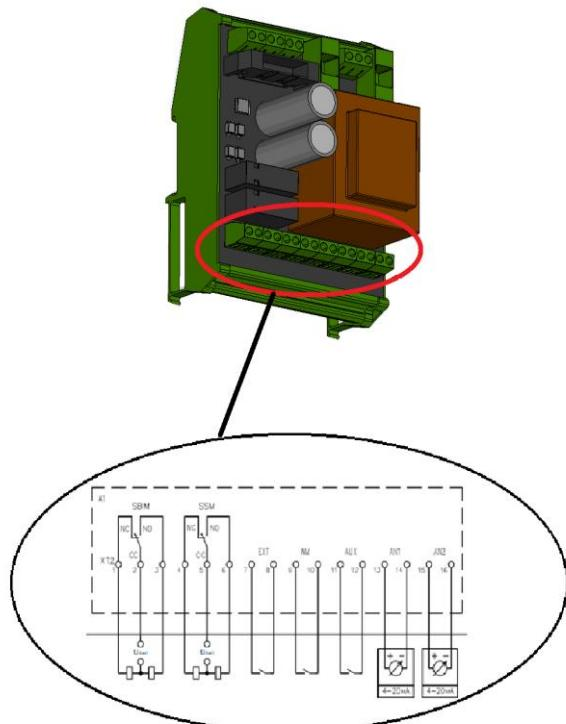

Рис. 15. Подключение внешних устройств сигнализации и датчиков.
- Для подсоединения внешнего устройства сигнализации работы системы используются клеммы **NC**, **CC**, **NO** – **SBM** клеммной колодки XT2 (рисунок 15), представляющие собой переключающий контакт реле. Реле включено - если хотя бы один из насосов готов к работе в автоматическом режиме и работа системы не блокируется внешними сигналами - обобщенная сигнализация работы.
- Для подсоединения внешнего устройства сигнализации неисправности системы используются клеммы **NC**, **CC**, **NO** – **SSM** клеммной колодки XT2 (рисунок 15), представляющие собой переключающий контакт реле. Реле включено - если обнаружена хотя бы одна неисправность в системе - обобщенная сигнализация неисправности.
- Подсоединение внешних датчиков к клеммам аналогового входа **AN1**, и дискретным входам **EXT**, **WM** клеммной колодки XT2 (рисунок 15) осуществляется в зависимости от используемых внешних датчиков в соответствии с Таблицей 3. В таблице указана также зависимость отображения кода неисправности при срабатывании соответствующего внешнего датчика и тип контакта датчика - **NC** (Normal Closed – нормально замкнутый) или **NO** (Normal Opened – нормально разомкнутый). В случае если внешний датчик не используется, а тип контакта датчика обозначен – **NC**, то необходимо клеммы **EXT**, **WM** соответствующего входа соединить перемычкой. Подключение аналоговых датчиков рекомендуется выполнять экранированным кабелем. Подключение кабеля аналоговых датчиков к прибору управления осуществляется по схеме, аналогичной схеме подключения кабелей насосов и представленной на рисунке 14.